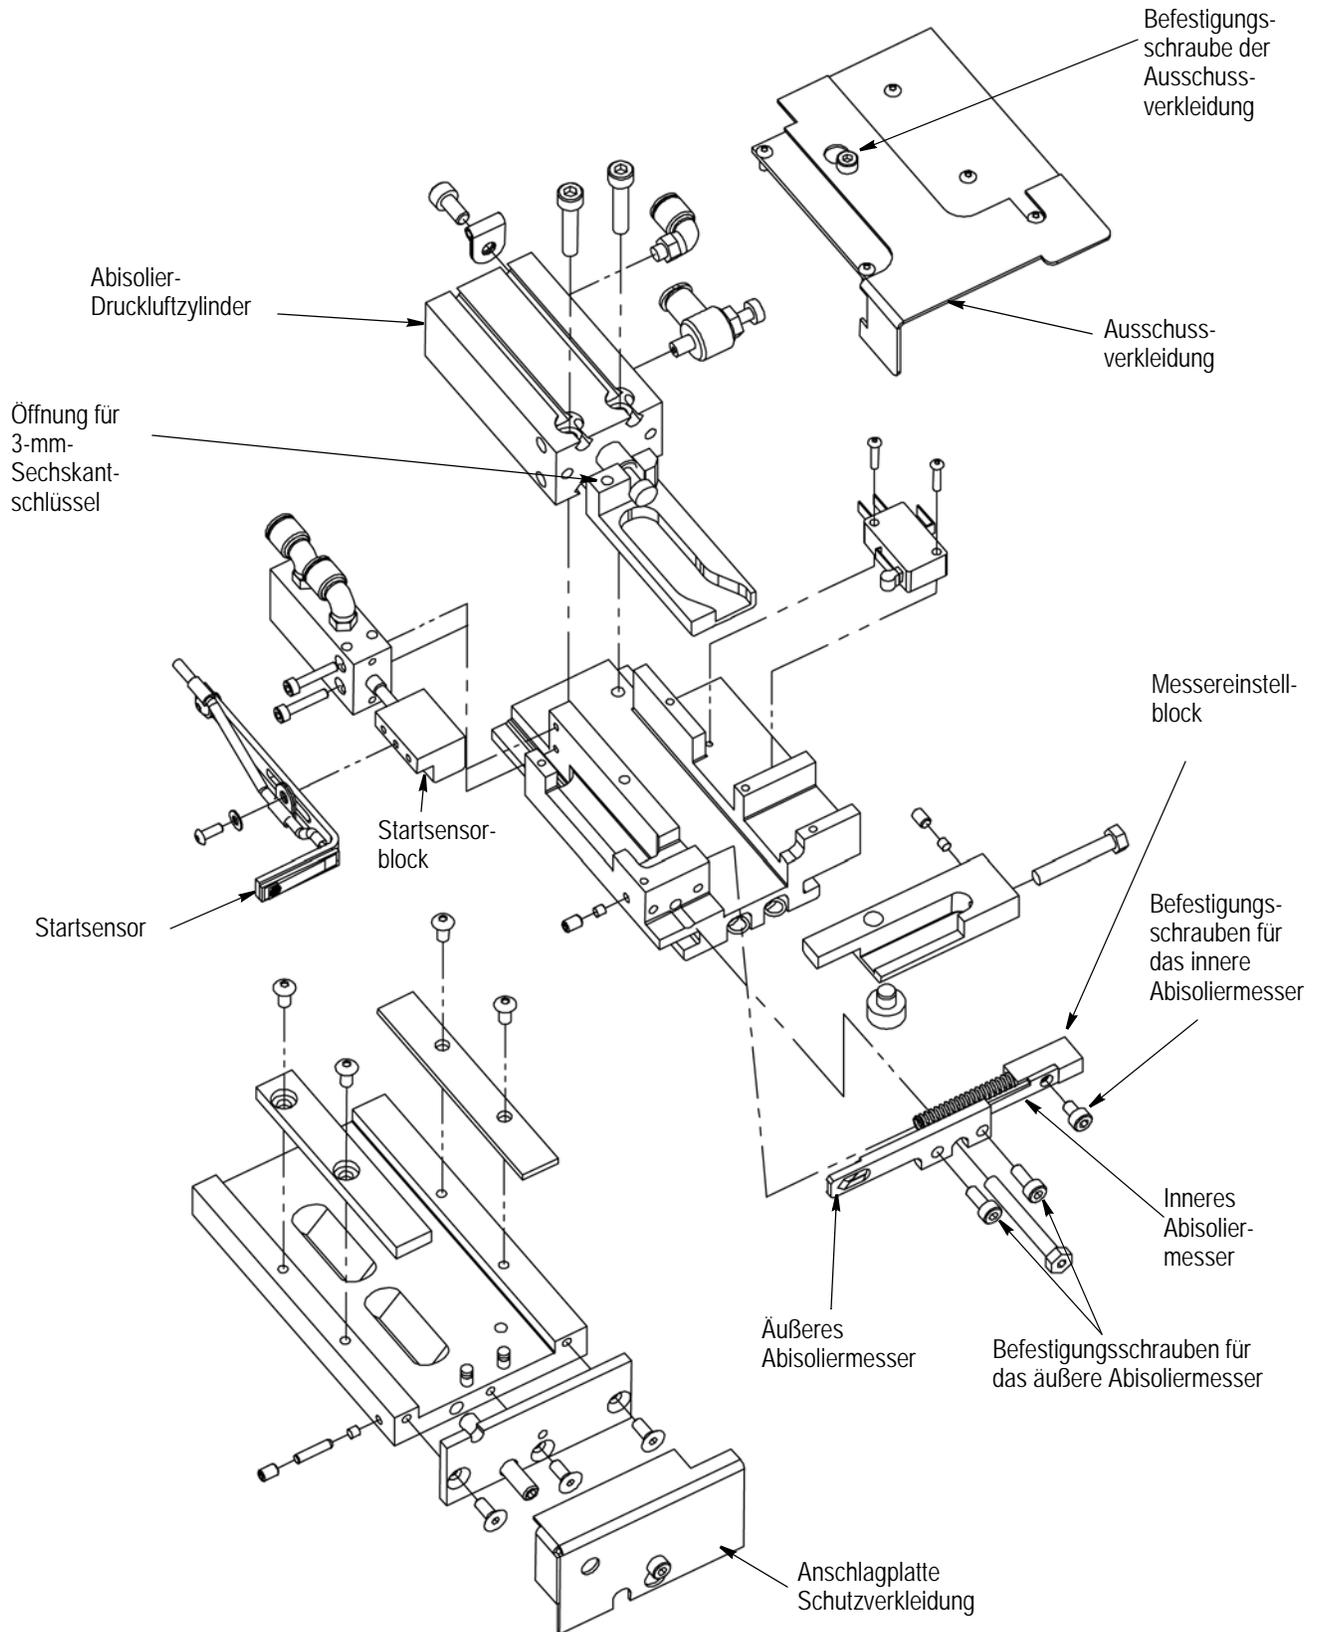

Abbildung 17
9.1. Abisoliermesser auswechseln (Abbildung 17)
9.2. Startsensor-Baugruppe auswechseln (Abbildung 17)